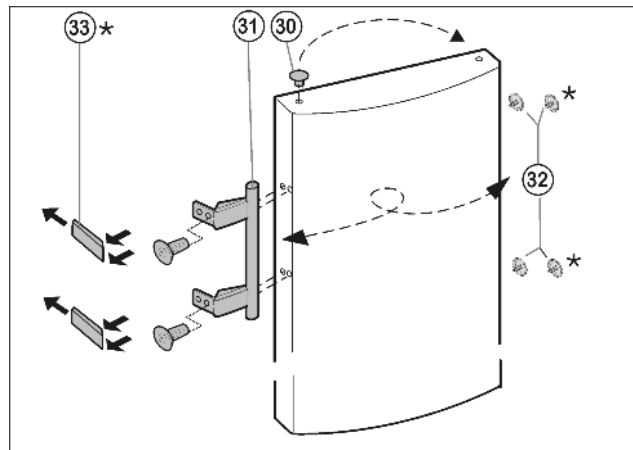

Fig. 8
- ▶ Zátky Fig. 8 (30) vyjměte z pouzdra ložisek dvířek a přemístěte je.
- ▶ Madlo dveří Fig. 8 (31), zátky Fig. 8 (32) a krycí destičky\* Fig. 8 (33) odmontujte a přemontujte na protější stranu.